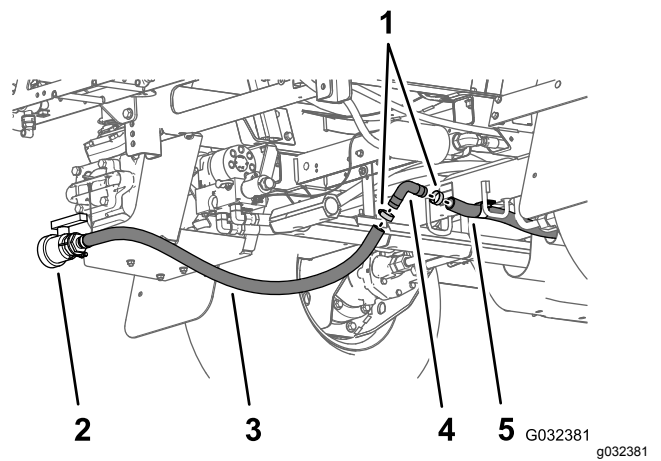
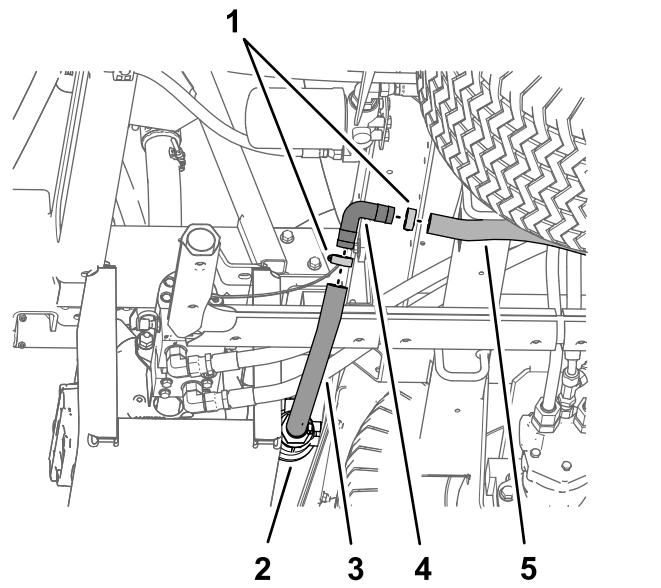

图 46
图 47
8. 将您在步骤 3 中取出的 90 度宝塔接头插入排水阀软管和后水箱排水软管图 46 和图 47。
9. 使用在步骤 2 中取下的 2 个软管夹固定 90 度宝塔接头和排水软管图 46 和图 47。